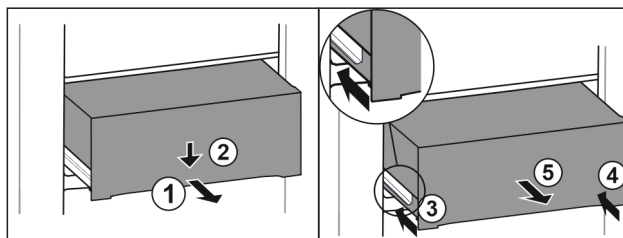

Fig. 101
- Lade er half uittrekken. Fig. 101 (1)
- Schuiflade aan de voorzijde omlaag drukken. Fig. 101 (2)
- Linker rail ca. 2 cm inschuiven. Fig. 101 (3)
- Rechter rail ca. 2 cm inschuiven. Fig. 101 (4)
- Lade naar voren toe verwijderen. Fig. 101 (5)